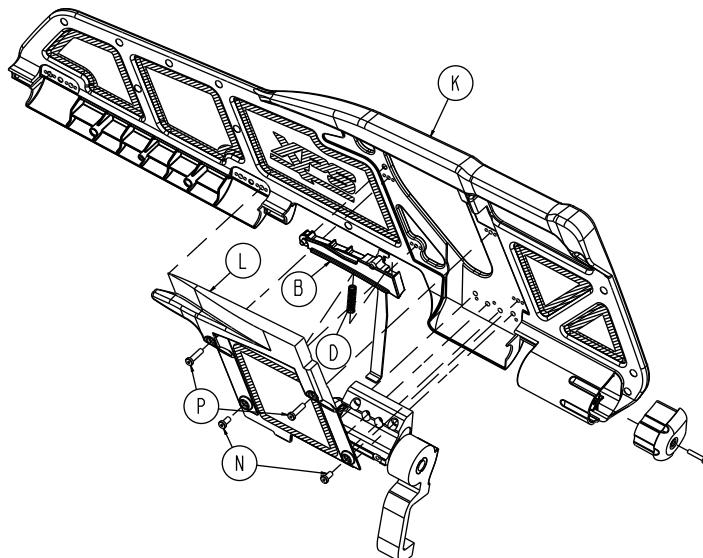

Figure 24 – Composants de l'ensemble poignée de déverrouillage /poignée à ressort (XPS)
5. À l'aide d'une clé à 6 pans de 3/32 po, retirer les quatre vis d'assemblage à six pans creux (N et P) qui fixent le couvercle de déverrouillage (L) à l'ensemble de surmoulage (K) (Figure 24). Retirer et conserver le couvercle de déverrouillage. Conserver les vis.
6. À l'aide d'un petit tournevis à fente, soulever le ressort de la poignée (D). Retirer et conserver le ressort.
7. Saisir la poignée (B) et soulever le côté à ressort de la poignée pour la retirer du couvercle. Mettre l'ensemble poignée de côté.
6. À l'aide d'un petit tournevis à fente, soulever le ressort de la poignée (D). Retirer et mettre de côté le ressort.